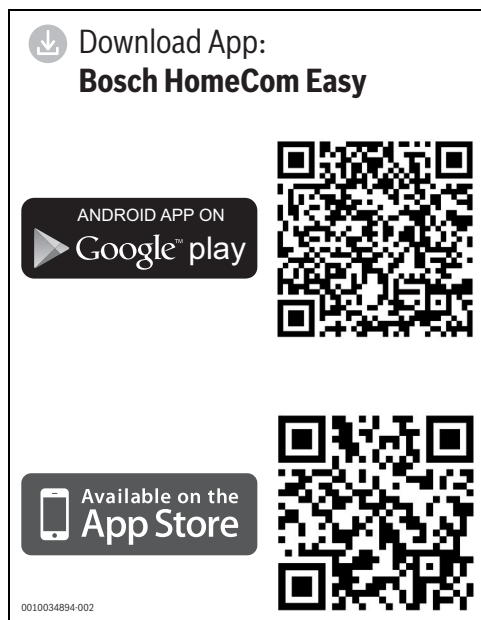

Fig. 1
- ▶ Descărcați de pe internet aplicația Bosch HomeCom Easy (→ Fig. 1 la pagina 3).